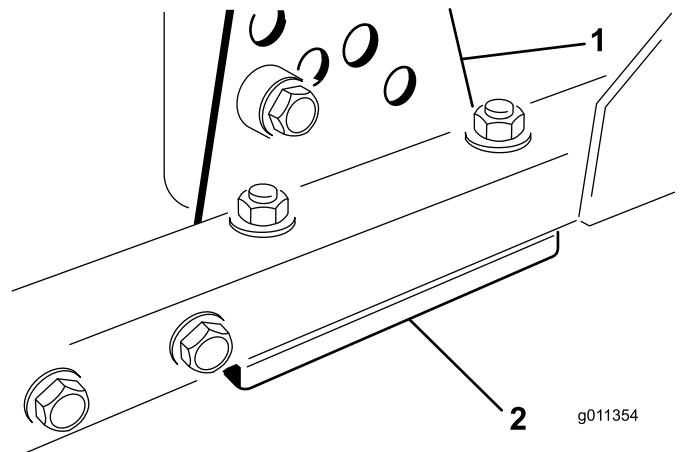

Figura 128
1. Togliete la staffa dell'altezza di taglio (anteriore, sinistra o destra) dal telaio dell'apparato di taglio (Figura 128).
2. Regolate gli spessori da 1,5 mm e/o gli spessori da 0,7 mm tra il telaio dell'apparato di taglio e la staffa per ottenere l'impostazione dell'altezza desiderata (Figura 128).